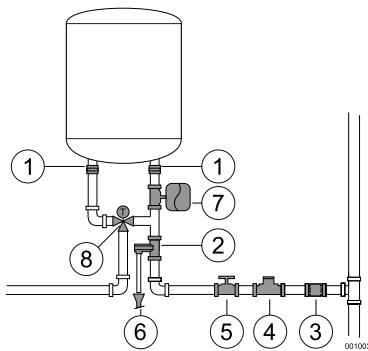

Рис. 7 Подключение воды
Для предотвращения неисправностей, вызванных неожиданными колебаниями давления в водопроводной сети, рекомендуется установить перед баком обратный клапан (рис. 7, [7]).
- ▶ Установите предохранительный клапан на подводе холодной воды к баку (рис. 7).
- ▶ установить редуктор давления (рис. 7, [4]). Предохранительный клапан срабатывает всякий раз, когда давление воды в оборудовании превышает 8 бар (± 1 бар), поэтому необходимо предусмотреть способ слива этой воды.
- ▶ установить расширительный бак (рис. 7, [7]), чтобы предотвратить частое открытие предохранительного клапана. Объем расширительного бака должен быть равным 5% объему оборудования.